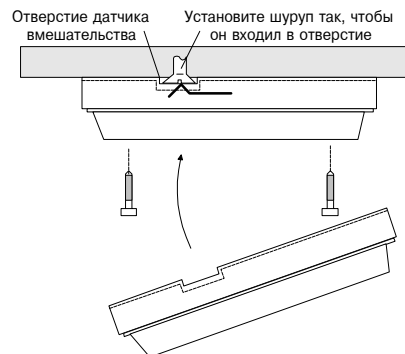

Рис. 11
- После установки винта датчика вмешательства, разметьте отверстия для крепления извещателя и установите его на стену (рис. 11).